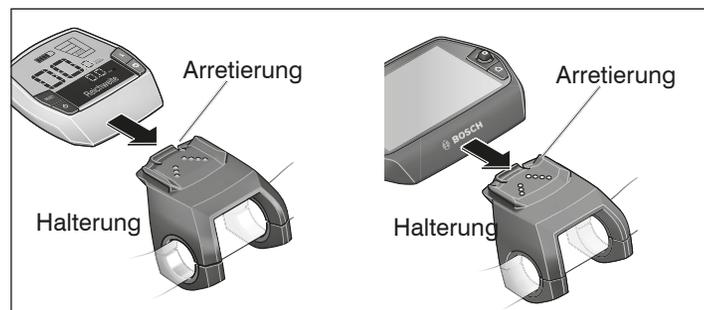

Abb.: B-7 Einsetzen des Bediencomputers „ActiveLine“ bzw. „PerformanceLine“ (links) und „Nyon“ (rechts).
- Zum Einsetzen schieben Sie den Bediencomputer von vorne in die Halterung (siehe *Bild B-7*).